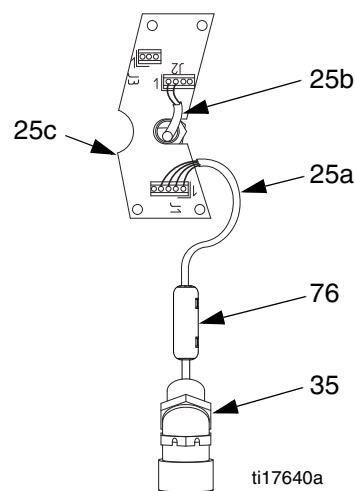

FIG. 29. Collegamenti della scheda elettronica
- a. Vedere FIG. 29. Scollegare il cavo del trasduttore (25a) da J1 sulla scheda elettronica (25c). Rimuovere e conservare la ferrite (76).
- c. Scollegare i fili di campo del circuito IS da J2 e J3 sulla scheda elettronica e dalle due morsettiere (46). Scollegare i cavi del sensore di posizione dalle due morsettiere. Conservare le morsettiere.
- e. Svitare i raccordi conduttivi (74a e 35) dall'alloggiamento dell'ingranaggio. Estrarre il raccordo a 45° (35) e il condotto del trasduttore dall'alloggiamento. Non scollegare il trasduttore dalla porta di uscita (P).
- f. Scollegare il sensore di posizione e le parti di collegamento dall'alloggiamento dell'ingranaggio (1). Vedere pagina 22. Assicurarsi di rimuovere l'adattatore del sensore di posizione (78). Conservare queste parti.
11. Svitare i dadi di blocco (15) dai tiranti (3). Rimuovere l'intera sezione del fluido. Svitare i tiranti (3) dalla carcassa degli ingranaggi.